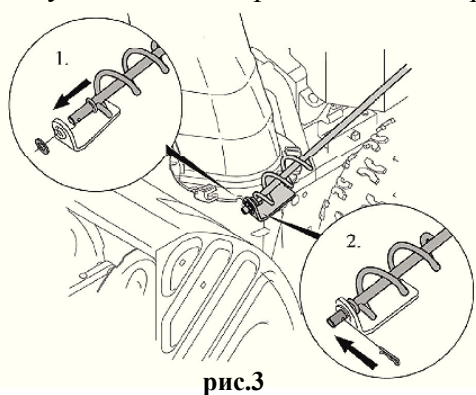

рис.3
- пропустите рычаг (4) в отверстие, расположенное на плате переключения скоростей (6).
- установите рукоятку поворота желоба в отверстие кронштейна, расположенного на корпусе двигателя с левой стороны (см. рис.3).